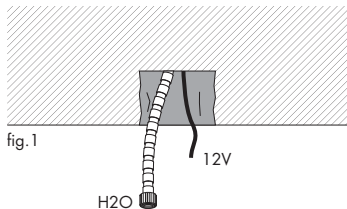

fig.1
- 1. IT** creare un foro nel soffitto Ø60mm e profondo 100mm (fig.1) nel caso si utilizzi l'innesto rapido standard e 150mm (fig.2) nel caso si utilizzi l'innesto rapido con valvola di sicurezza (**accessorio F9.128.91**). far uscire da esso il cavo di alimentazione 12V e il tubo (**rigorosamente flessibile**) dell'acqua.
- GB** Make a hole in the ceiling with a diameter of 60mm and 100mm (fig.1) deep if the standard quick coupling is used, and 150mm (fig.2) deep if the quick coupling with safety valve (**accessory F9.128.91**) is used. Have the 12V power cables and the water hose (**strictly flexible**) come out of it.
- DE** In die Decke ein Loch mit 60 mm Durchmesser und 100mm (Abb. 1).Tiefe bohren, wenn man die Standard-Schnellkupplung benutzt, 150mm (Abb. 2) tief, wenn man die Schnellkupplung mit Sicherheitsventil (**Zubehör F9.128.91**) verwendet und aus diesem das 12V-Stromkabel und den Wasserschlauch (**muss unbedingt flexibel sein**) austreten lassen.
- FR** pratiquer un trou dans le plafond Ø 60 mm et d'une profondeur de 100mm (fig.1) si l'on utilise l'attache rapide standard et de 150mm (fig.2) si l'on utilise l'attache rapide avec clapet de sûreté (**accessoire F9.128.91**). faire sortir le câble d'alimentation 12V et le tuyau (**flexible**) de l'eau.
- ES** Realizar un orificio en el techo con diámetro 60mm y profundo 100mm (fig.1) si se utiliza la conexión rápida estándar, y profundo 150mm (fig.1) si se utiliza la conexión rápida con válvula de seguridad (**accessorio F9.128.91**). Hacer salir del orificio el cable de alimentación 12V y el tubo (**rigorosamente flexible**) del agua.
- 2. IT** fissare con viti e tasselli adeguati il corpo plafone (B) a soffitto facendo passare i cavi di alimentazione 12V e il tubo dell'acqua attraverso esso.
- GB** fasten the body (B) of the lamp with suitable anchors and screws in the position required, by passing the power cables 12V and the water hose through it.
- DE** den Körper (B) mit geeigneten Schrauben und Dübeln an der gewünschten Stelle befestigen, dabei die Stromkabel 12V und den Wasserschlauch durch denselben führen.
- FR** fixer à l'aide de vis et chevilles appropriés le corps (B) dans la position souhaitée en faisant passer les câbles d'alimentation 12V et le tube de l'eau à travers le corps.
- ES** fijar con tornillos y tacos adecuados el cuerpo (B) en la posición deseada, haciendo pasar los cables de alimentación 12V y el tubo del agua a través del cuerpo mismo.